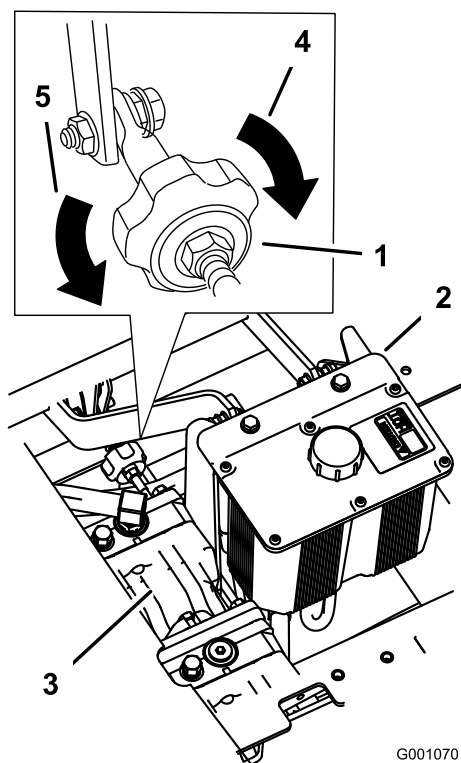

Figura 60
4. Para fazer a máquina ir para a direita, rode o manípulo para o lado direito da máquina. Consulte Figura 60.
5. Para fazer a máquina ir para a esquerda, rode o manípulo para o lado esquerdo da máquina. Consulte Figura 60.